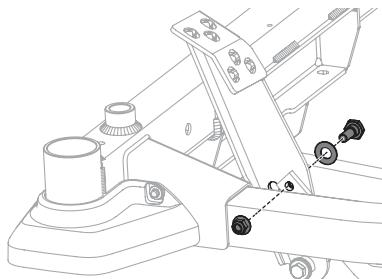

Figure 33
2. Retirez le boulon, la rondelle et l'écrou hexagonal placés près du centre de la pédale (Figure 33).
4. Réinstallez la quincaillerie retirée à l'étape 2 et serrez l'écrou à un couple de 38 à 47 N m (de 28 à 35 pi-lb) (Figure 33).